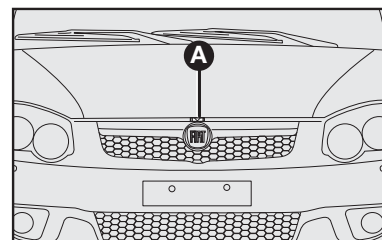

fig. 111
- 2) Mover a trava localizada sob o capô para cima **A**—fig. 111.